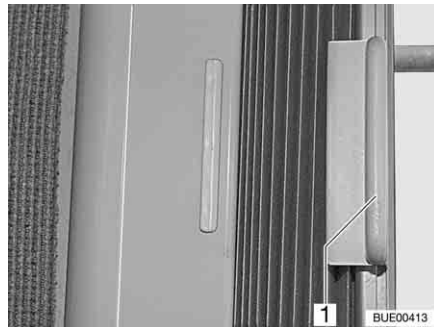

Fig. 36 Estore opaco plissado
- Segure o estore opaco plissado pelo manípulo (Fig. 36,1) e mova-o para a esquerda ou para a direita.